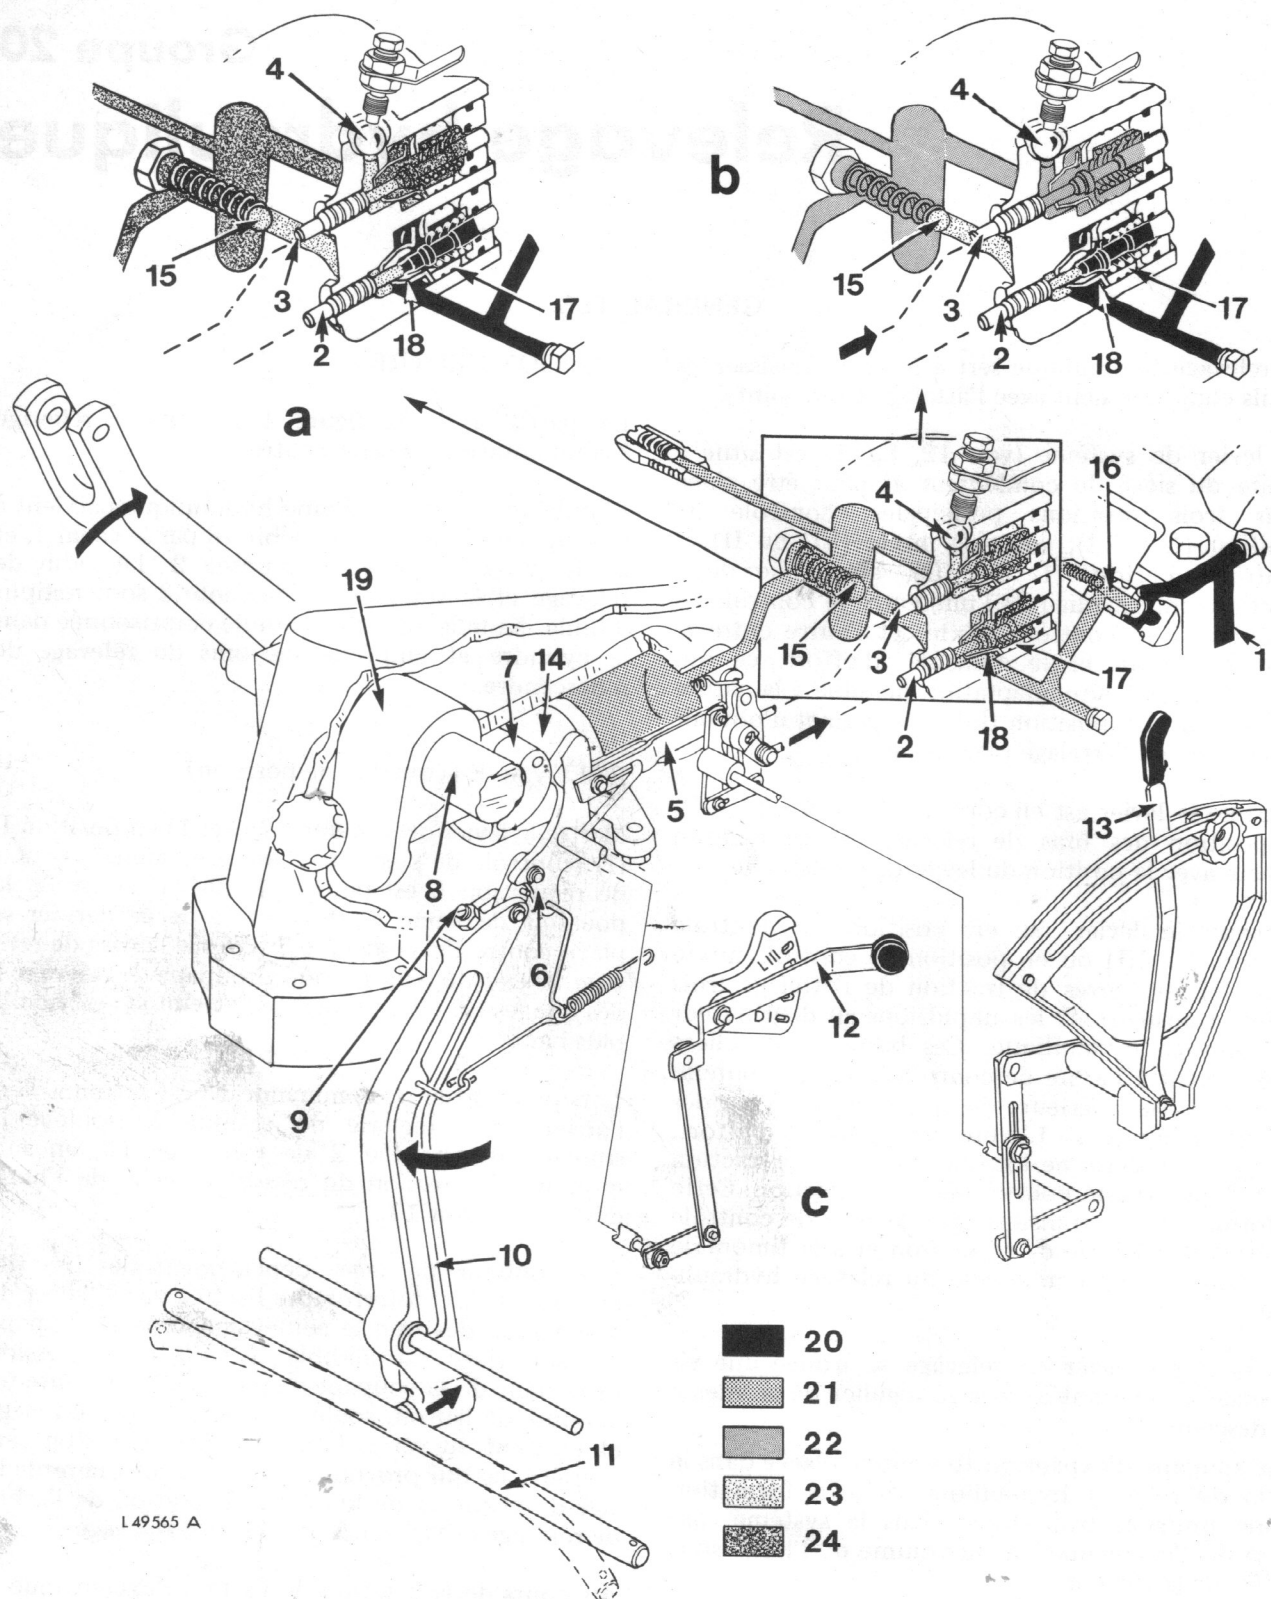

Fig. 1 — Circulation de l'huile dans le relevage hydraulique
Le levier de système (voir 12, fig. 1) est situé à droite du siège du conducteur et peut être placé dans trois positions principales: contrôle de position (D ou I); contrôle mixte (LD ou II) et contrôle d'effort (L ou III), ainsi que deux positions intermédiaires: l'une entre le contrôle de position et le contrôle mixte, et l'autre entre le contrôle mixte et le contrôle d'effort, ce qui permet la meilleure adaptation possible à la nature du terrain. La position flottante permet d'obtenir la mobilité de l'attelage trois points.
La partie a de la figure 1 montre le relevage hydraulique en position neutre.
Mettre le levier de système 12 (fig. 1) en position D (I) (contrôle de position). De cette façon, la tringle de régulation 5 est poussée jusqu'à l'extrémité du poussoir de came 6 et la came de ce dernier se place contre l'excentrique 7 fixé sur l'arbre de relevage. L'excentrique ferme la soupape de relevage 2 dès que les bras du relevage ont atteint la position la plus haute.
La partie b de la figure 1 montre le relevage hydraulique en descente.
Amener le levier de système 12 (fig. 1) en L (III) (contrôle d'effort). La tringle de régulation 5 se place à l'extrémité inférieure du poussoir de came 6 et la timonerie des soupapes n'est plus commandée par la rotation de l'excentrique 7. Les sollicitations de l'outil lui sont transmises par les barres de traction, l'arbre 11 et le bras 10 de contrôle d'effort. Le déplacement vers l'avant du levier de commande 13 provoque l'ouverture par la timonerie de la soupape de descente 3. Les bras de relevage et l'outil descendent jusqu'à la profondeur de travail voulue.
La partie c de la figure 1 montre le relevage hydraulique en position contrôle mixte.
Placer le levier de système 12 (fig. 1) en position LD (II) (contrôle mixte). La tringle de régulation 5 se place au milieu du poussoir de came 6. Dans cette position, les deux contrôles (position et effort) s'exercent de façon à peu près égale; le premier est actionné par l'excentrique 7, l'autre, déclenché par la résistance du sol ou plus précisément, par la déformation de l'arbre de contrôle d'effort 11 transmise à la tringle de régulation 5.